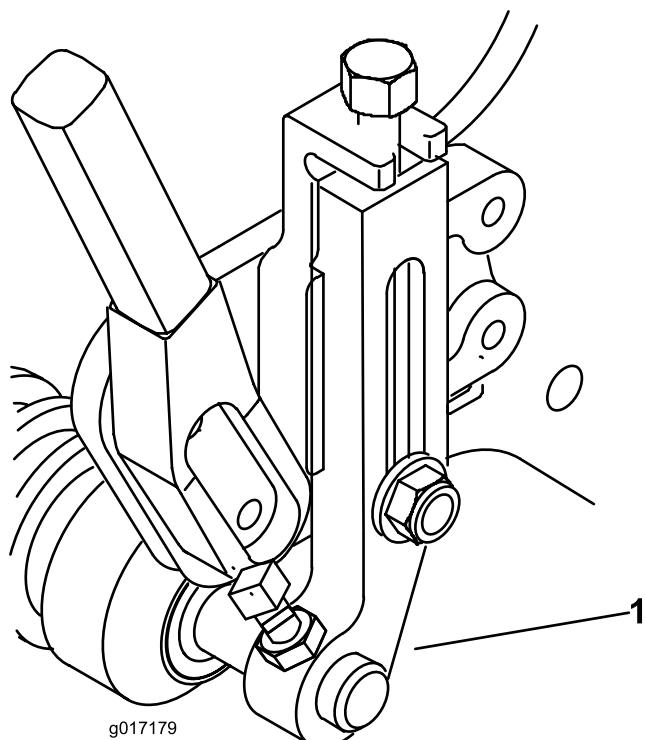

Figura 2
4. Solo sul Greensmaster 1600, installate i nuovi bracci di regolazione dell'altezza di taglio e il gruppo rullo con le viti di regolazione dell'altezza di taglio, i controdadi e le viti di fermo rimosse in precedenza (Figura 2).
precedenza. Ruotate i bracci di regolazione dell'altezza di taglio su entrambi i modelli in posizione di avanzamento come mostrato in Figura 2.